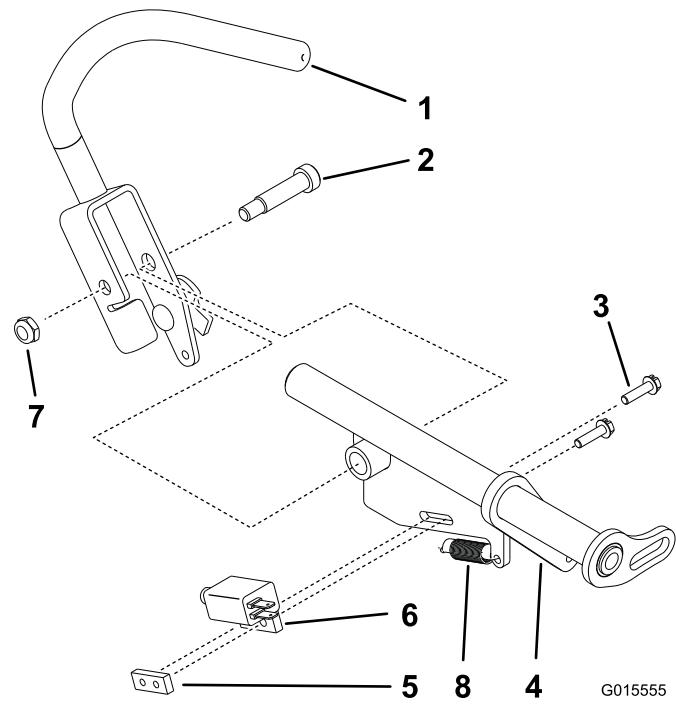

Figura 7
5. Sganciate la molla dalla staffa di controllo del movimento destra (Figura 7).
6. Staccate l'interruttore dalla staffa di controllo del movimento destra (Figura 7).
7. Rimuovete il bullone di spallamento e la leva di controllo del movimento di destra dalla staffa di controllo del movimento destra (Figura 7).
1. Montate la leva di controllo del movimento di destra sulla nuova staffa di controllo del movimento mediante il bullone di spallamento e il dado di bloccaggio preesistenti (Figura 7).
2. Montate l'interruttore di presenza operatore preesistente con le relative viti e il dado sulla nuova staffa di controllo del movimento (Figura 7).
3. Agganciate la molla preesistente alla staffa di controllo del movimento destra e alla leva di controllo del movimento di destra (Figura 7).